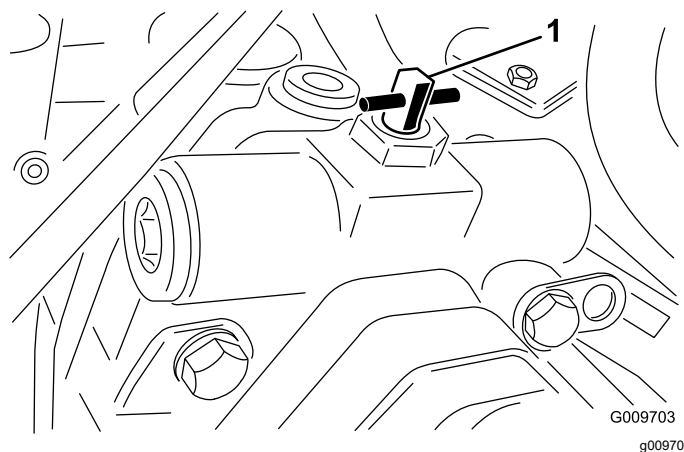

Figure 46
- Fermez la vanne de dérivation de remorquage en la tournant de 90° (1/4 tour) avant de démarrer le moteur (Figure 46).